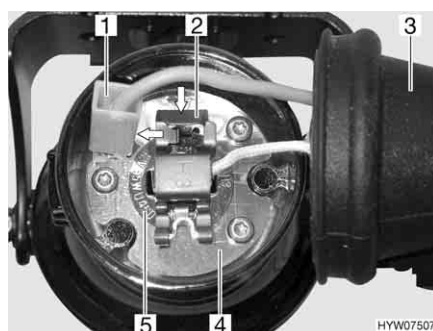

Fig. 239 Luce fendinebbia
- Afferrare dietro la luce fendinebbia e togliere il copripolvere di gomma (Fig. 239,3) dall'involucro (Fig. 239,4).
- Togliere il cavo negativo (Fig. 239,1) dall'involucro.
- Premere la graffa di supporto (Fig. 239,2) per sganciarla e spingerla di lato.
- Estrarre dall'involucro la lampada ad incandescenza (Fig. 239,5) con il cavo.